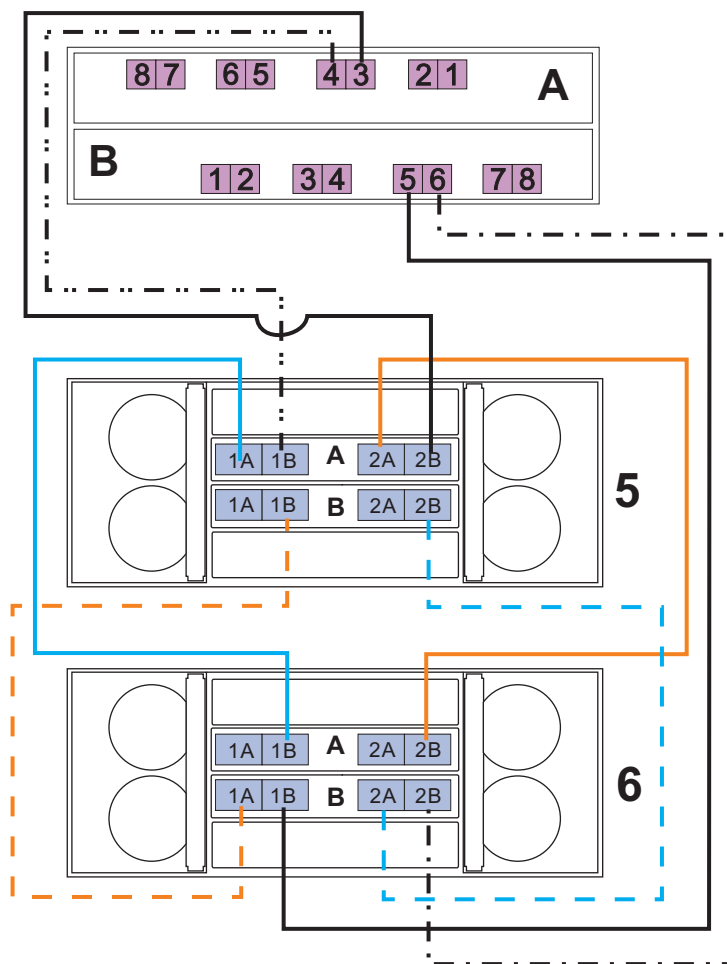

Figura 79. Cabeamento para Oito EXP5060s, Gabinetes de Expansão de Armazenamento 5 e 6 com Entroncamento do Lado da Unidade
- Consulte Figura 79 na página 128 e Tabela 45 na página 129 para gabinetes de expansão de armazenamento 5 e 6